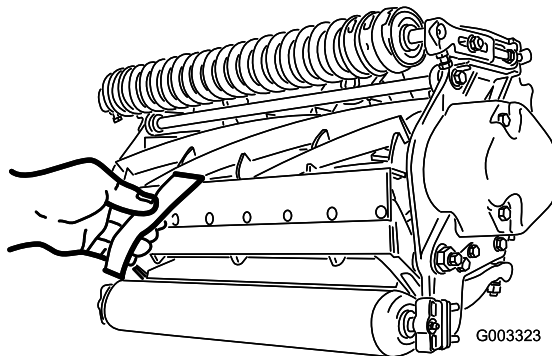

Рисунок 12
- Проверьте характеристики скашивания, вставив длинную контрольную полосу бумаги (№ 125-5610 по каталогу Toro) между барабаном и неподвижным ножом, перпендикулярно неподвижному ножу (Рисунок 12). Медленно проворачивайте барабан вперед. При этом бумага должна разрезаться.